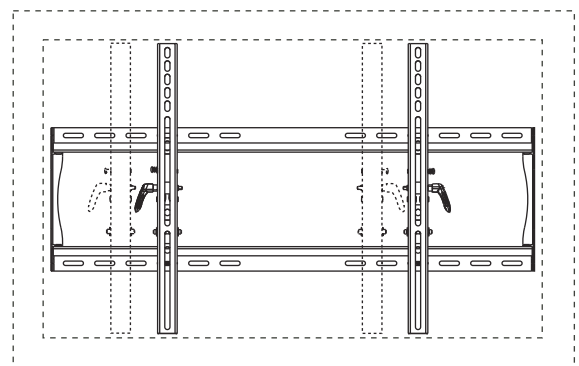

Abbildung 3.2
**Bildschirmeinstellung:** Der Bildschirm kann horizontal eingestellt werden, indem die Sicherheitsschrauben an den Kipphalterungen (**BB** und **CC**) um drei volle Umdrehungen gelöst werden. Stellen Sie den Bildschirm wie in Abbildung 3.2 dargestellt ein. Ziehen Sie die Sicherheitsschrauben an den Kipphalterungen an, bis die Schraubenspitze wie im Schnittbild dargestellt sicher mit der Wandplatte Kontakt hat.